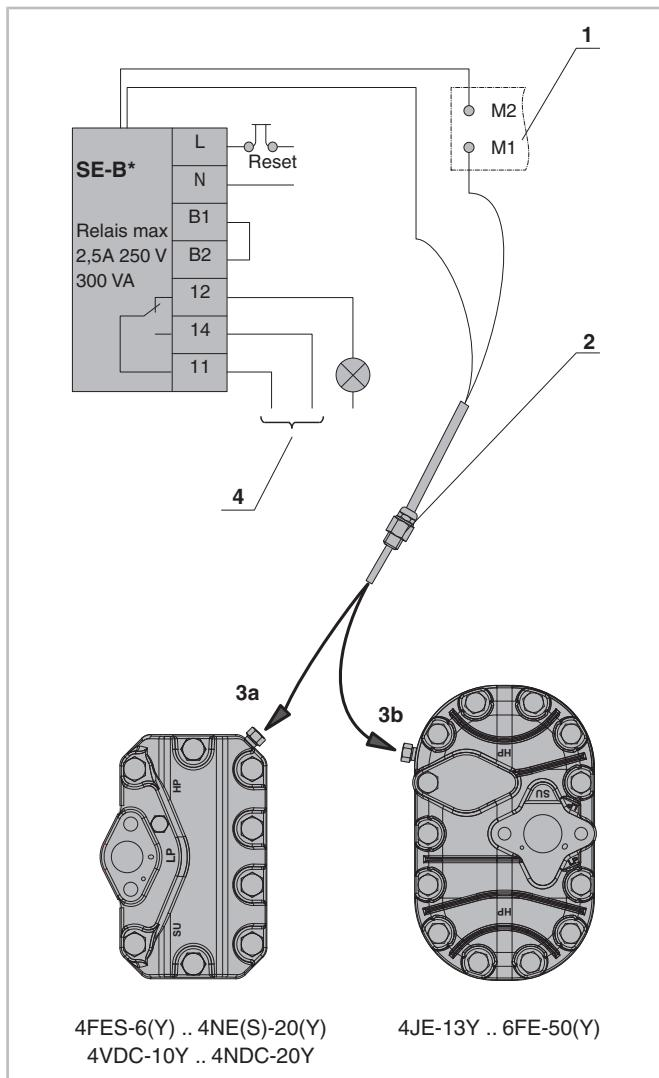

Abb. 21: Druckgastemperaturfühler bei Anlaufentlastung
Der Fühler muss in den Anlaufentlastungszylinderkopf eingebaut werden (siehe Abbildung 21, Seite 44).
- Messleitungen in Reihe zu den Motortemperaturfühlern schalten (siehe Aufkleber im Anschlusskasten und siehe Abbildung 21, Seite 44).